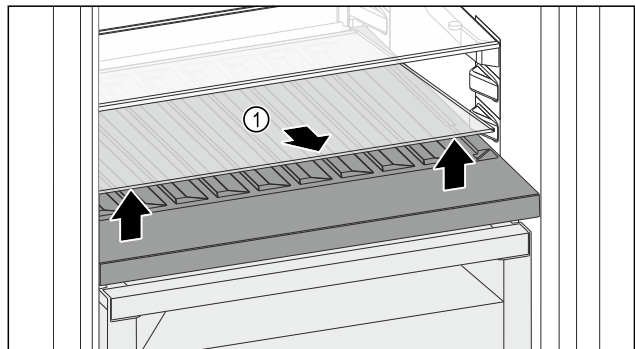

Fig. 188
- Soulever la plaque de verre Fig. 188 (1) au niveau de l'évidement avant et la retirer.
- Entreposer la plaque de verre Fig. 188 (1) dans un endroit sûr hors de l'appareil.
- Insérer la plaque de verre (2) sous le compartiment à bouteilles amovible.